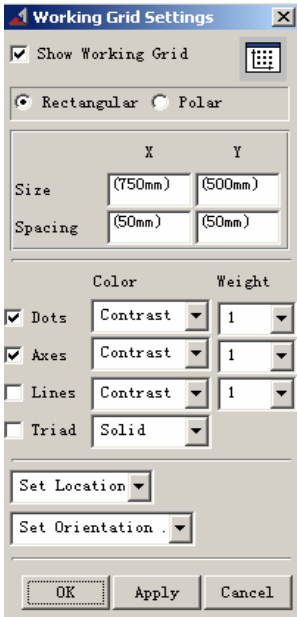

图 2-1 设置工作网格对话框
2.1 对于这个模型，网格间距需要设置成更高的精度以满足要求。在 ADAMS/View 菜单栏中，选择设置（Setting）下拉菜单中的工作网格（Working Grid）命令。系统弹出设置工作网格对话框，将网格的尺寸（Size）中的 X 和 Y 分别设置成 750mm 和 500mm，间距（Spacing）中的 X 和 Y 都设置成 50mm。然后点击“OK”确定。如图 2-1 所表示。